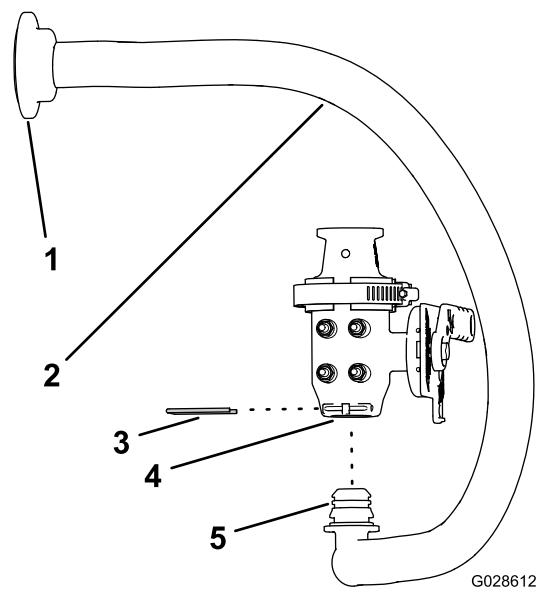

Figure 18
3. Placez le raccord à 90° du flexible d'alimentation du mélangeur dans l'orifice inférieur de la vanne de mélange (Figure 18).
4. Fixez le raccord coudé à la vanne à l'aide du dispositif de retenue (Figure 18).